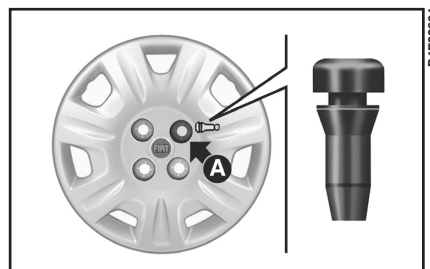

рис. 7
10) Установите колпак колеса таким образом, чтобы большое отверстие **A** (рис. 7) располагалось напротив болта, который уже ввернут, и чтобы символ  с внутренней стороны колпака находился напротив золотника.